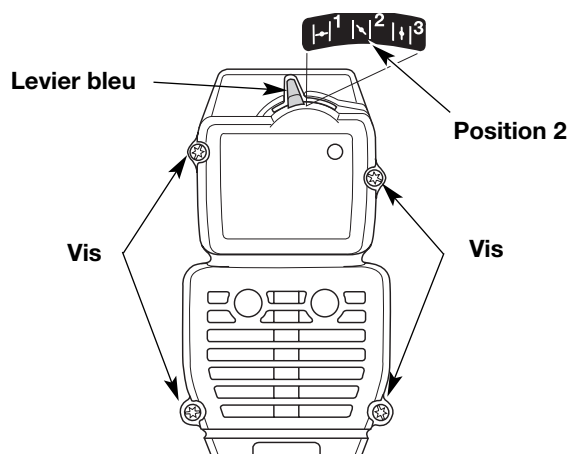

Fig. 13
REMARQUE : pour enlever le filtre à air/couvercle du silencieux, le levier bleu doit être en Position 2 (Fig. 13).
2. Retirez les quatre vis retenant le filtre à air/couvercle du silencieux (Fig. 13). Servez-vous d'un tournevis à mèche no. 20 Torx.
REMARQUE : pour installer le filtre à air/couvercle du silencieux, le levier bleu doit être en Position 2 (Fig. 13).